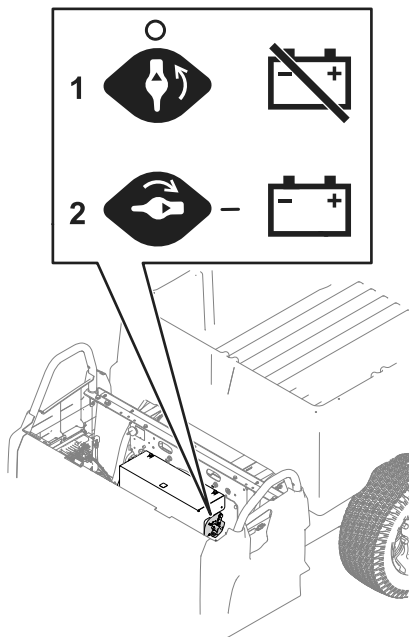

Figura 44
3. Mueva el interruptor de desconexión de las baterías a la posición deseada, como se muestra en la Figura 44.